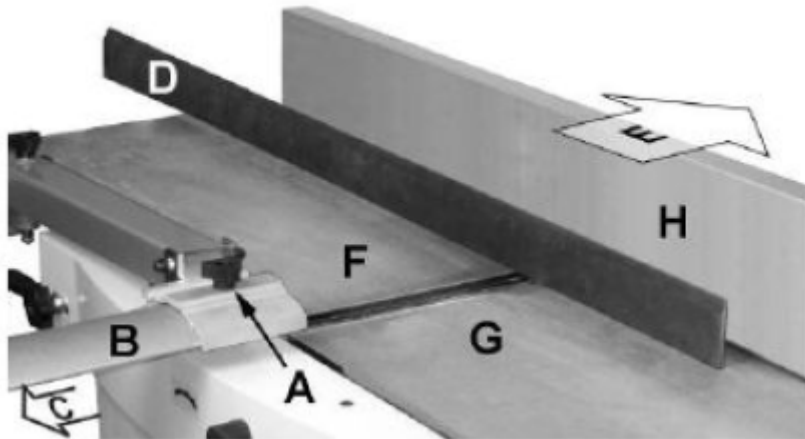
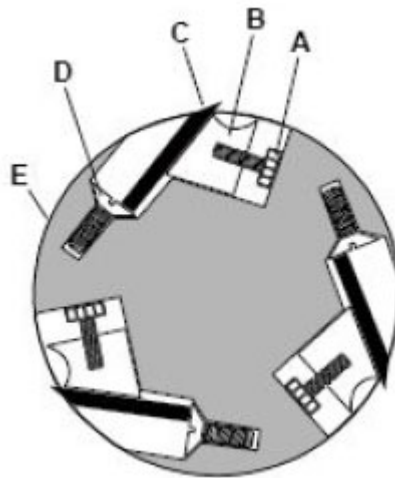

Abbildung 8
Abbildung 12
2. Entfernen Sie den Schneidkopfschutz (B, Abb. 8). Siehe die Abbildungen 11 und 12.
3. Nummerieren Sie jede Messerklinge (C) sorgfältig mit einem Filzstift, um sie zu unterscheiden.
4. Drehen Sie den Messerkopf (E) und stellen Sie die 12-Uhr-Position des ersten Messers fest. Die 12-Uhr-Position ist der höchste Punkt, den die Klinge im Schnittbogen erreicht (C, Abb. 12).
5. Legen Sie ein Lineal (J) auf den Auslauftisch (F) in der Nähe des Anschlags (H). Ein Ende des Lineals sollte über dem Schneidmesser (C) in der Nähe des Klingenendes positioniert werden, wie in Abb.